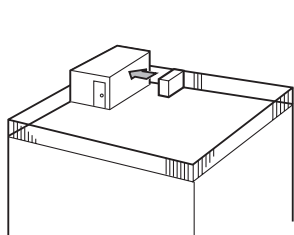

Fig. 2-4
- ① Orientați gura de evacuare a aerului către cel mai apropiat perete la circa 500 mm distanță față de perete. (Fig. 2-4)